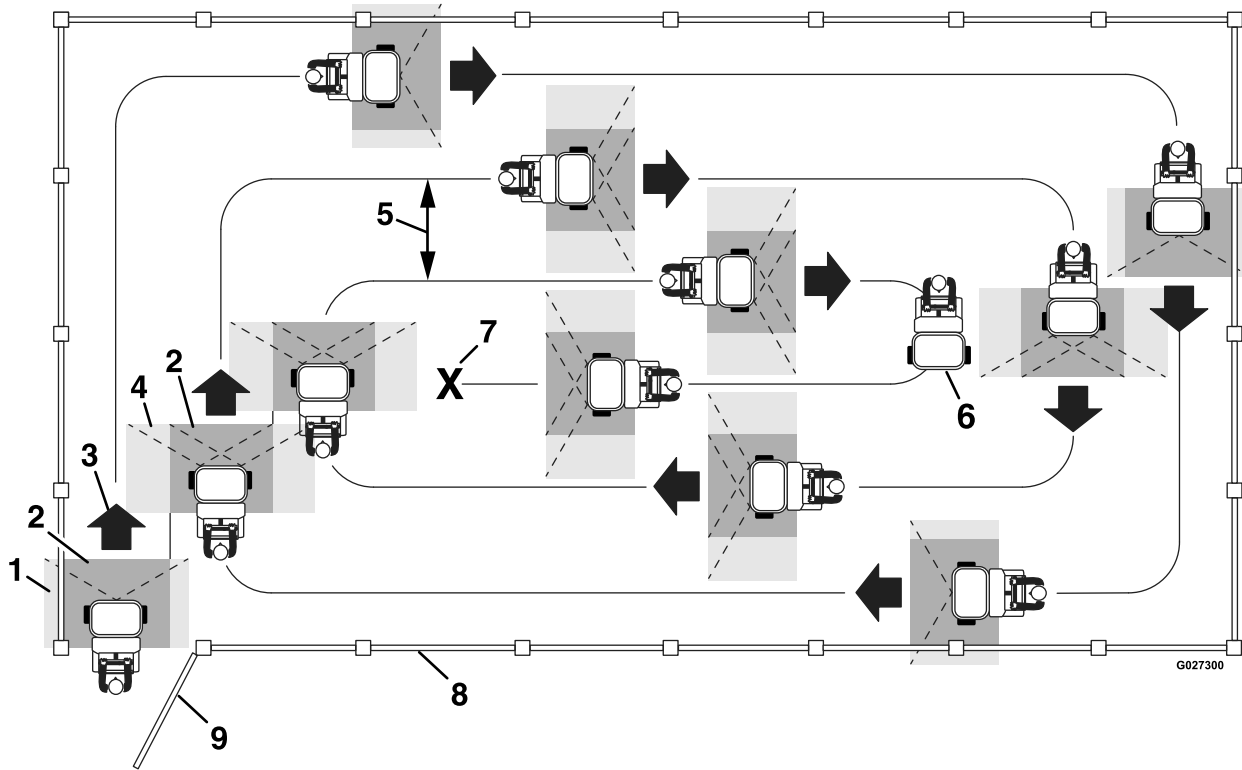

Figura 58
- No solape la zona de fumigación efectiva que ya ha fumigado (Figura 58).